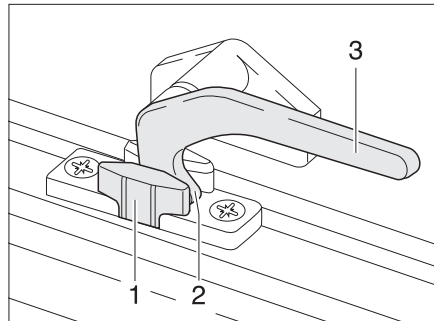

Bild 37 Verriegelungshebel in Stellung "Dauerbelüftung"
- in Stellung "Dauerbelüftung" (Bild 37)
- Den Verriegelungshebel (Bild 37,3) eine viertel Umdrehung zur Fenstermitte hin drehen.
- Den Verriegelungshebel wieder zurückdrehen. Die Verriegelungsnase (Bild 37,2) dabei in die Aussparung der Fensterverriegelung (Bild 37,1) einfahren.